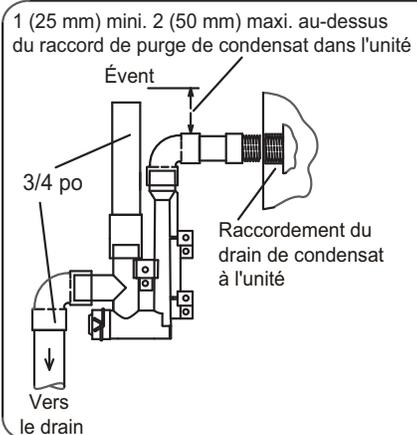

FIGURE 54
- 3 - Installer le bouchon sur l'ouverture de nettoyage à la base du purgeur. Fixer avec le collier. Voir FIGURE 54.
- 4 - Installer le purgeur avec des raccords en PVC appropriés et coller tous les joints. Coller le purgeur fourni comme illustré à la FIGURE 54. Acheminer le conduit de condensat jusqu'à un drain ouvert.